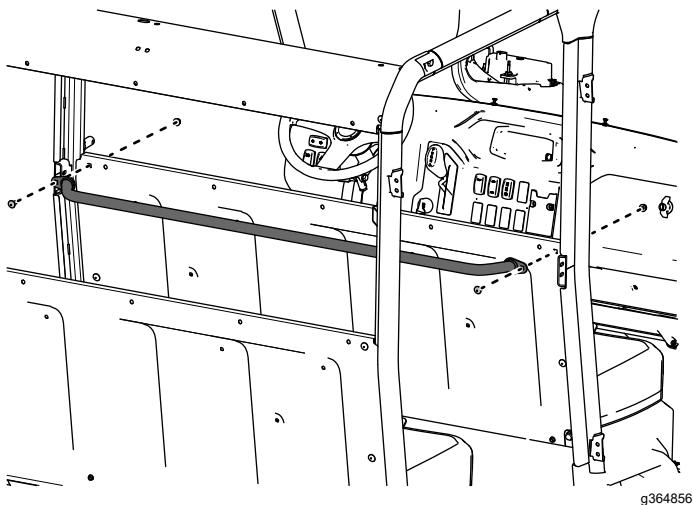

図48
21. 中間シートパネルに後部座席レールアセンブリを仮止めするキャリッジボルト $5/16 \times 3/4"$ 2本とロックナット $5/16$ "2個を使用して図48のよう取り付ける。